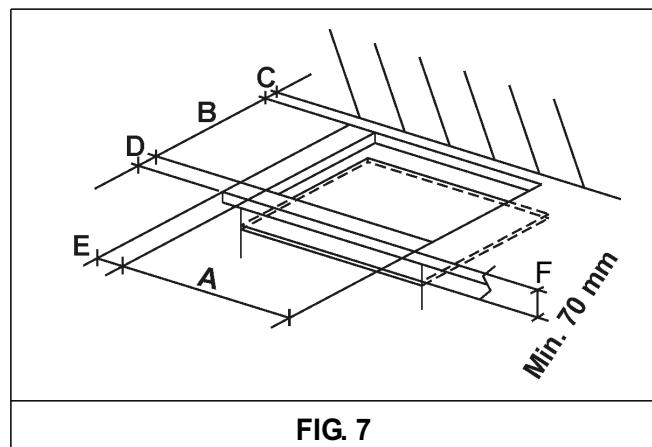

FIG. 7
Para encastrar la placa, es necesario efectuar un corte en la encimera del mueble modular de las medidas indicadas en la fig. 7 y asegurarse de respetar las medidas críticas del espacio en el que debe instalarse el aparato (ver fig. 7 y 8).
- Para evitar el contacto involuntario con la superficie de la caja de la placa sobrecalentada durante su funcionamiento, es necesario aplicar una separación de madera bloqueada con tornillos a una distancia mínima de 70 mm desde la encimera (fig. 7).